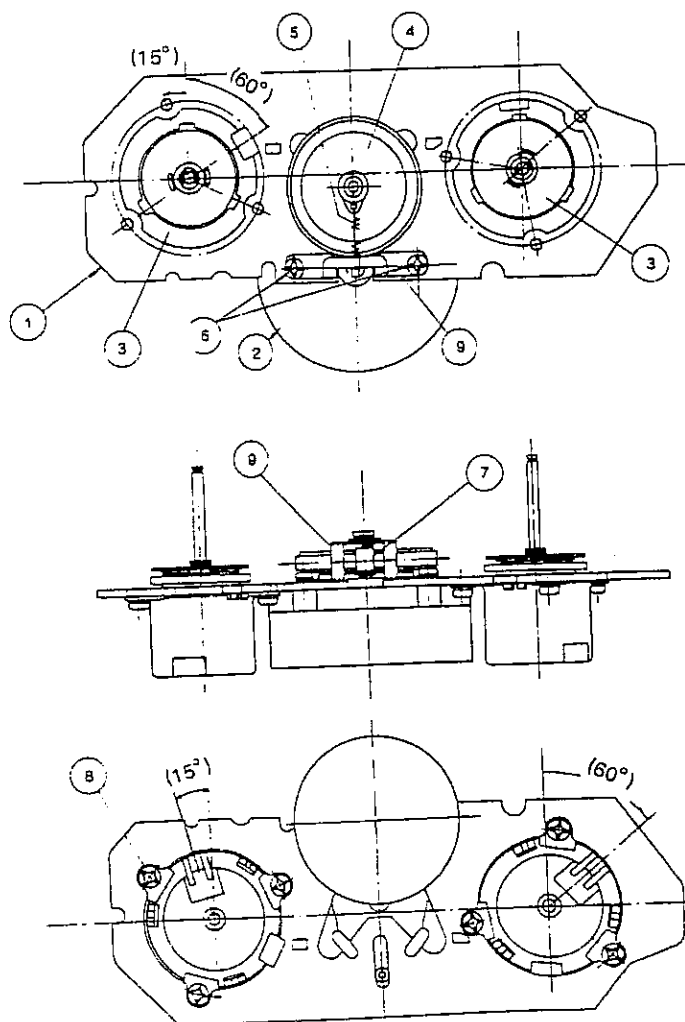

Abbildung 33.
Die Installation so vornehmen, daß die Einbaueinrichtung von Spulenmotor-Anschlußklemme und Feder-Hakenwinkel der Zeichnung in Abb. 33 entsprechen. (Durch Gebrauch längerer Schrauben wird der Motor beschädigt.)
2. Die Spulenzwischenrolle wie aus Abb. 33 ersichtlich, in die Mitte des Spulenchassis bewegen, daraufhin zieht man sie leicht in Richtung Spulomotor, um sie zu entfernen.
3. Die Spulenzwischenrollen-Eintrückfeder (5), die in die Spulenzwischenrolle eingehakt ist, entfernen.
1. Die Austauschbremse in der in Abb. 33 dargestellten Stellung einbauen und mit 3 Schrauben (XBPSD30P06J00) befestigen.